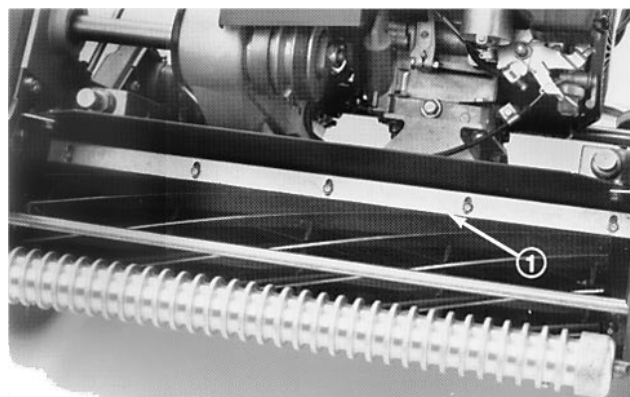

Fig. 10
- Aliviar os parafusos que seguram a barra superior (Fig. 10) na unidade de corte. Colocar um apalpa-folgas de 1,5 mm entre o topo do carretel e a barra e apertar os parafusos. Assegurar que a barra e o carretel estão a uma distância igual ao longo de todo o carretel.